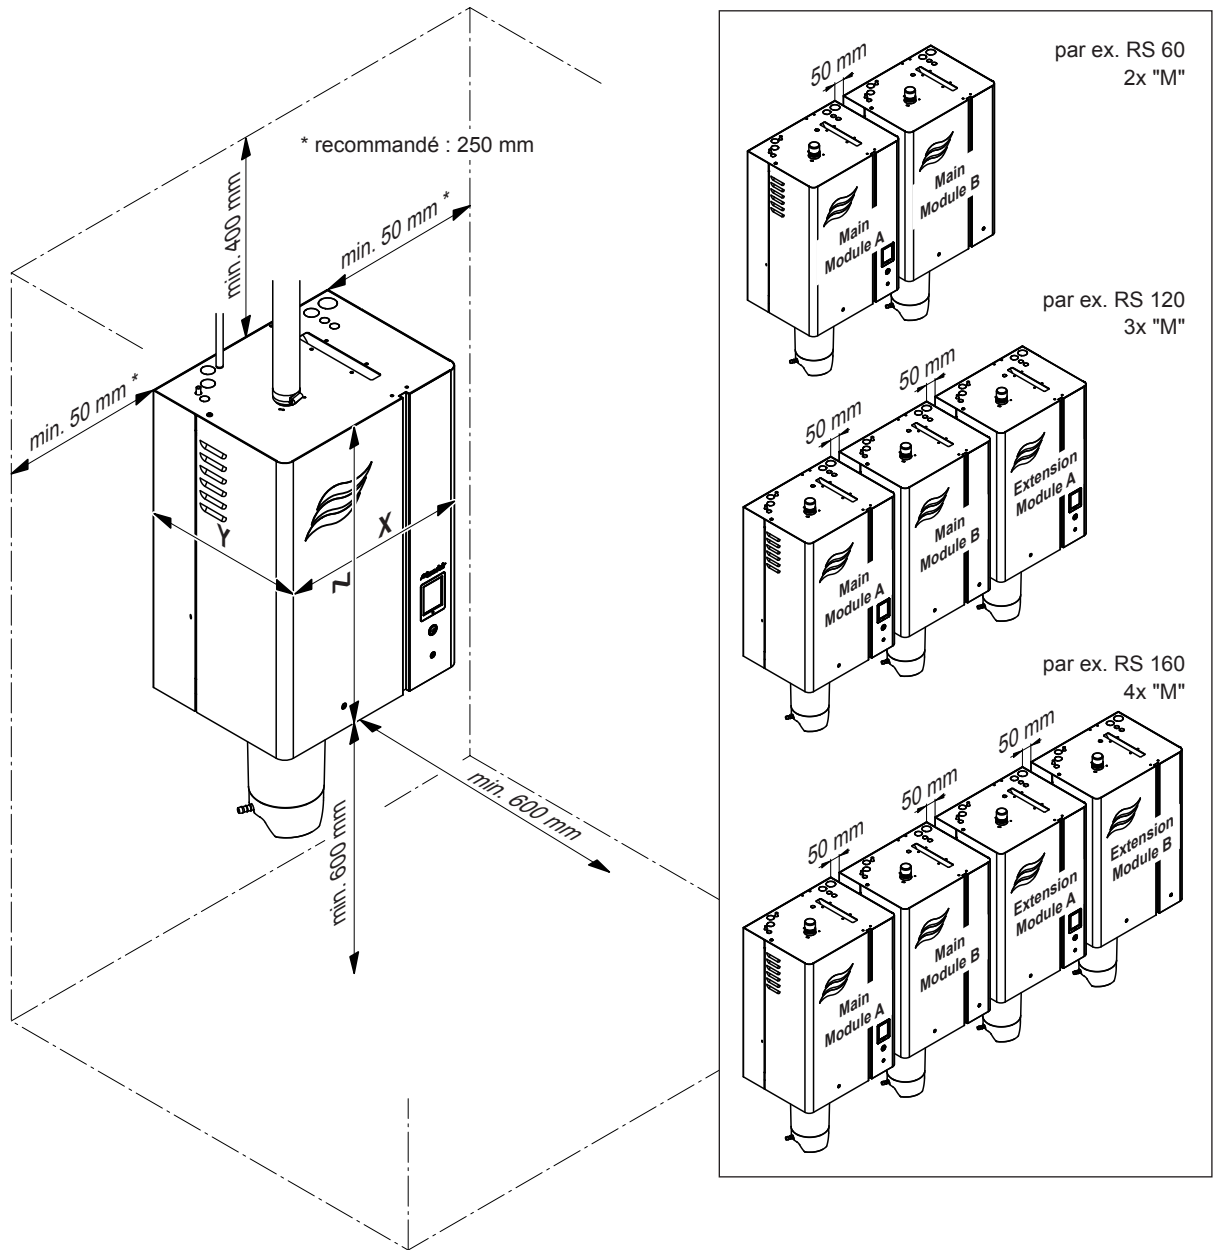

Fig. 9: Distances à respecter
- Placer l'humidificateur d'air à vapeur de telle sorte **qu'il soit bien accessible** et qu'il y ait suffisamment de place pour faire la maintenance. Les **distances minimales** conformément à la Fig. 9 **doivent être respectées**.
- Pour que les câbles livrés puissent être utilisés avec des appareils doubles et systèmes Linkup, les différents appareils doivent être montés dans l'ordre indiqué, à la même hauteur et avec une distance maximale de 50 mm entre chaque appareil (voir Fig. 9).